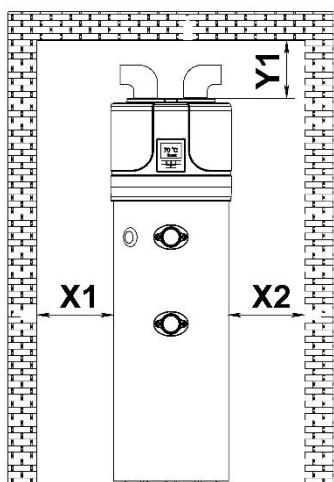

Bild 4a – Mindestraum und Installieren ohne Luftleitungen.
Der Einbau des Geräts muss an einem geeigneten Ort erfolgen, der eine ordentliche Anwendung und Einstellarbeiten, prophylaktische und außerordentliche Wartung des Geräts erlaubt. Deswegen ist es wichtig, man den erforderlichen Arbeitsraum laut der am **Bild 4a** gezeigten Abmessungen zu gewähren.
ACHTUNG! Um einen „KURZEN“ Kreislauf der Luft zwischen dem Eingang und dem Ausgang bei einer Anlage ohne Luftleitung zu vermeiden, nutzen Sie immer zwei Rohrkrümer, die in Gegenrichtungen eingebaut sind, Bild 4a.
- Kreislauf der Luft ausschließlich im Raum (Bild 4a). Das kann zu einer Erkühlung und Trocknung der Luft darin führen. Falls der Raum nicht belüftet wird, dann mindert sich die Effektivität des Geräts. Der Raum soll ein Mindestvolumen von 20 m³ besitzen.